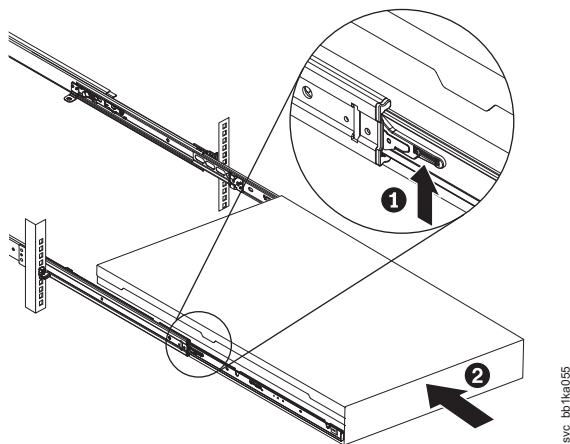

図 179. ラックのスライド・レールの ロック・レバーを上げる
11. スライド・レール上のロック・レバー (227 ページの図 179 の **1**) を上げて、サーバー **2** を、所定の位置にカチッと音を立てて収まるまで、ラック内に完全に押し込みます。